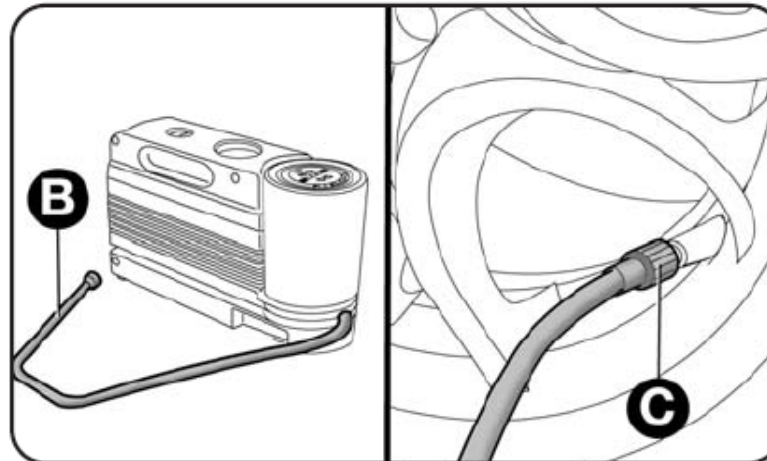

Рис.16
- отвинтить колпачок вентиля шины, вынуть заливную трубу В - рис. 16 и наденьте заливную трубу на вентиль С;